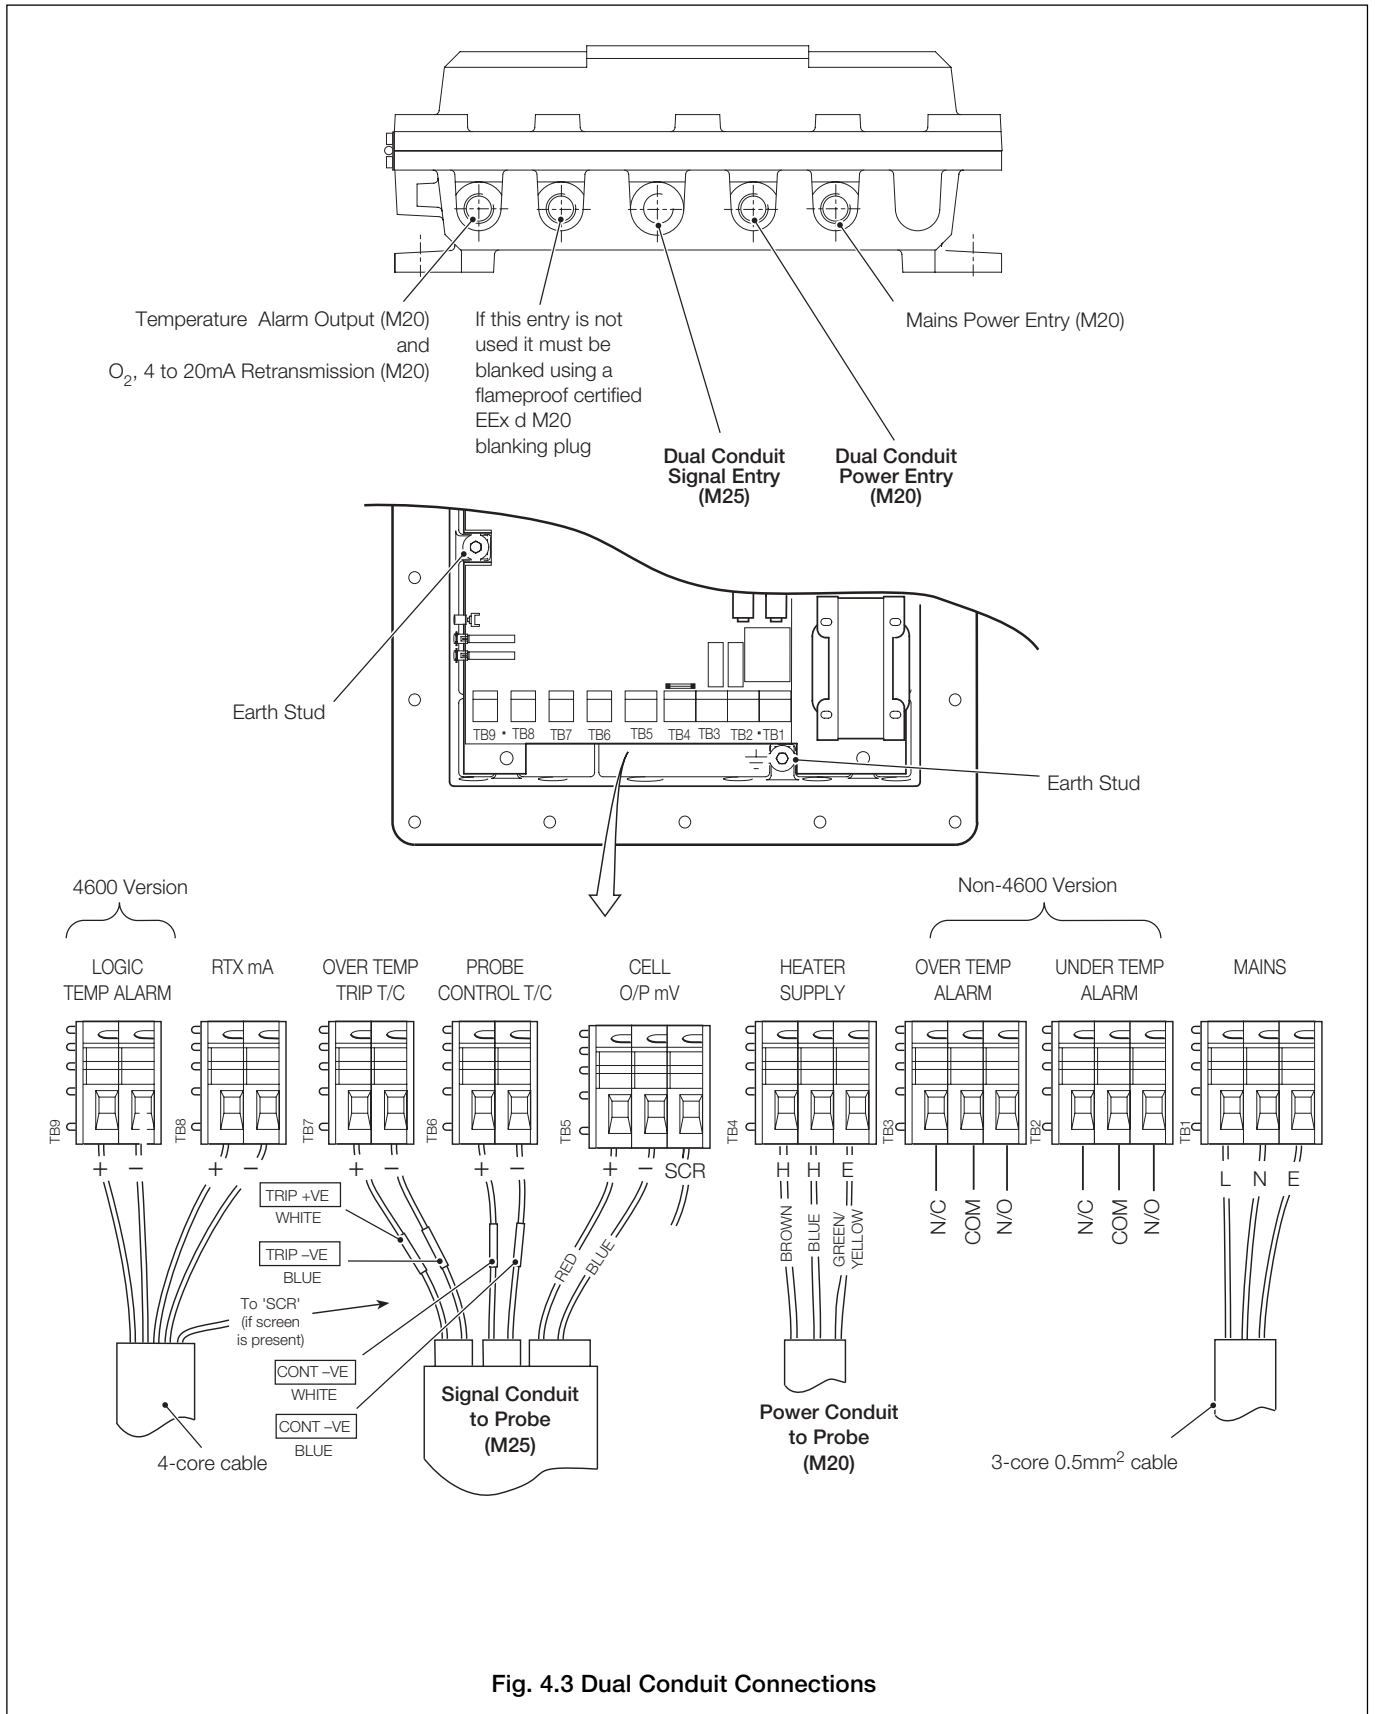

Fig. 4.3 Dual Conduit Connections
4.3.2 Dual Conduit Connections – Fig. 4.3